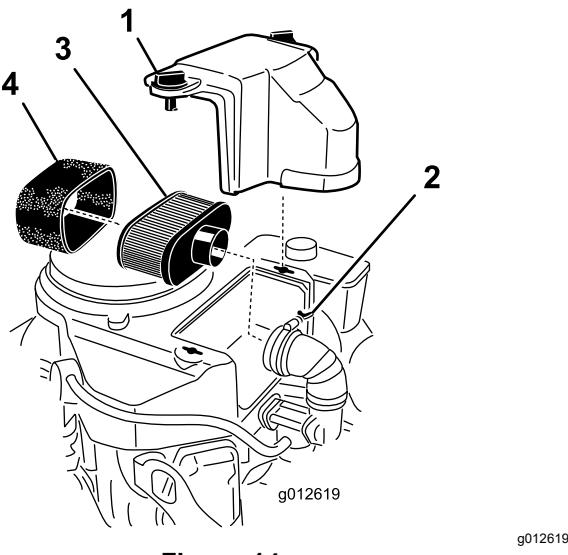

Figura 14
3. Limpie la zona alrededor del limpiador de aire para evitar que entre suciedad en el motor y cause daños (Figura 14).
4. Desenrosque los pomos de la tapa y retire la tapa del limpiador de aire (Figura 14).
5. Desenrosque la abrazadera y retire el conjunto del limpiador de aire (Figura 14).
6. Retire cuidadosamente el filtro de gomaespuma del filtro de papel (Figura 14).
2. Coloque el conjunto del limpiador de aire sobre la base del limpiador de aire y fíjelo con 2 tuercas de orejeta (Figura 14).
3. Coloque la cubierta del limpiador de aire y apriete el pomo de la cubierta (Figura 14).
Importante: No limpie el filtro de papel, cámbielo (Figura 14)
1. Deslice cuidadosamente el elemento de espuma sobre el elemento de papel del limpiador de aire (Figura 14).